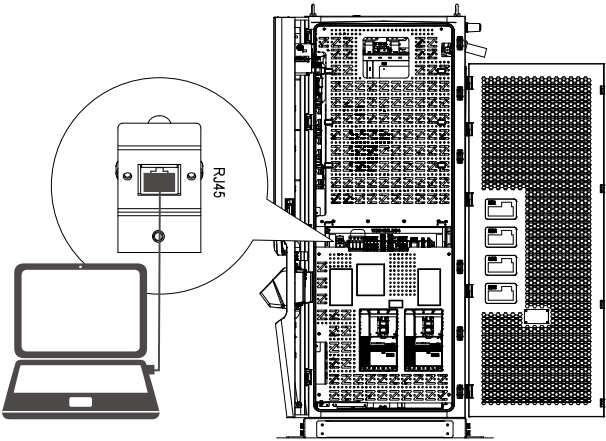

Figure 4-1. Port RJ45
- Raccorder un câble RJ45. Se référer à la figure 4-1 ci-après.